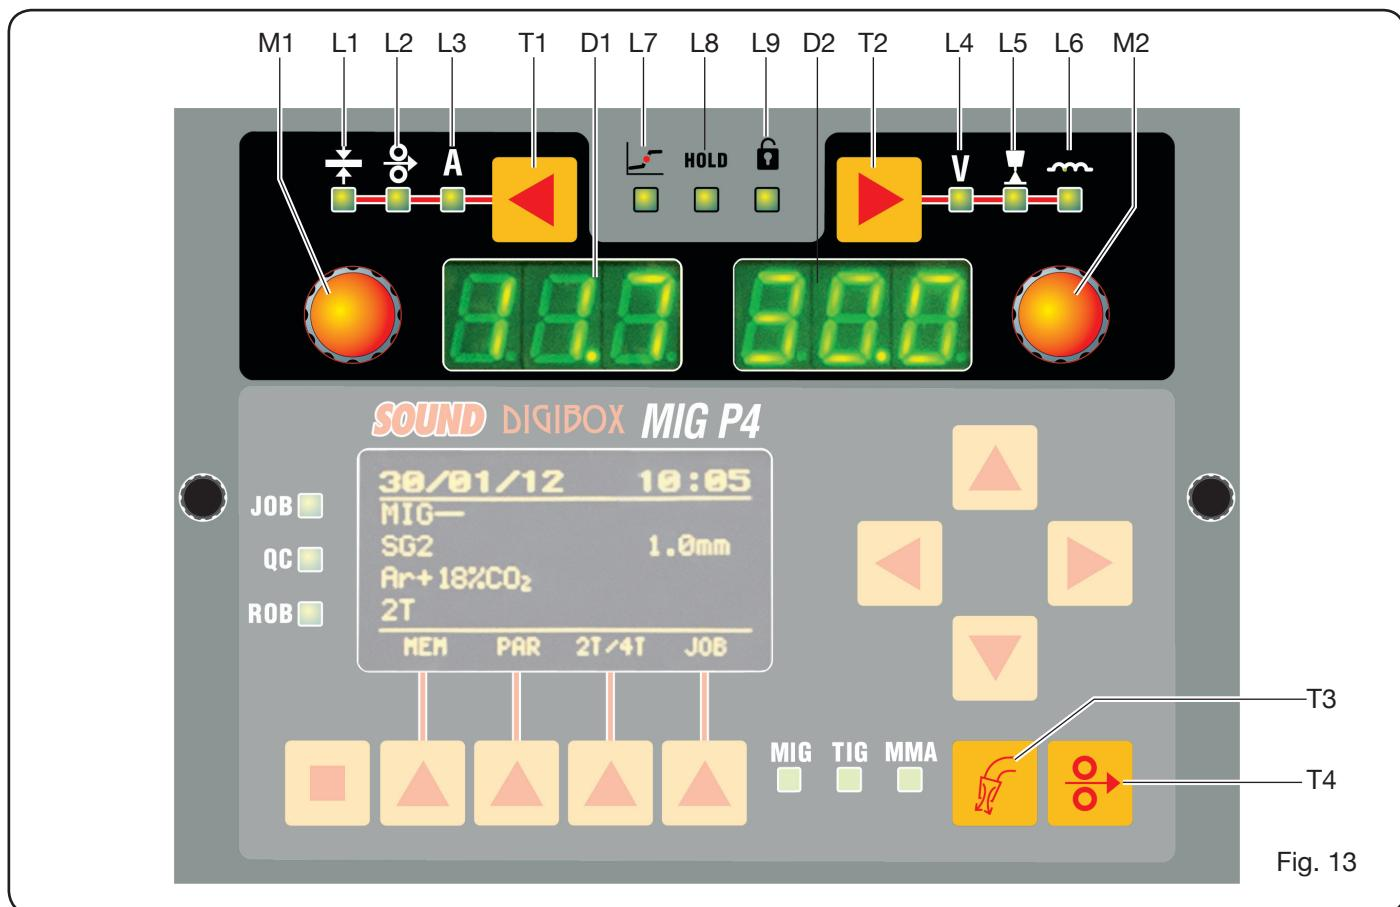
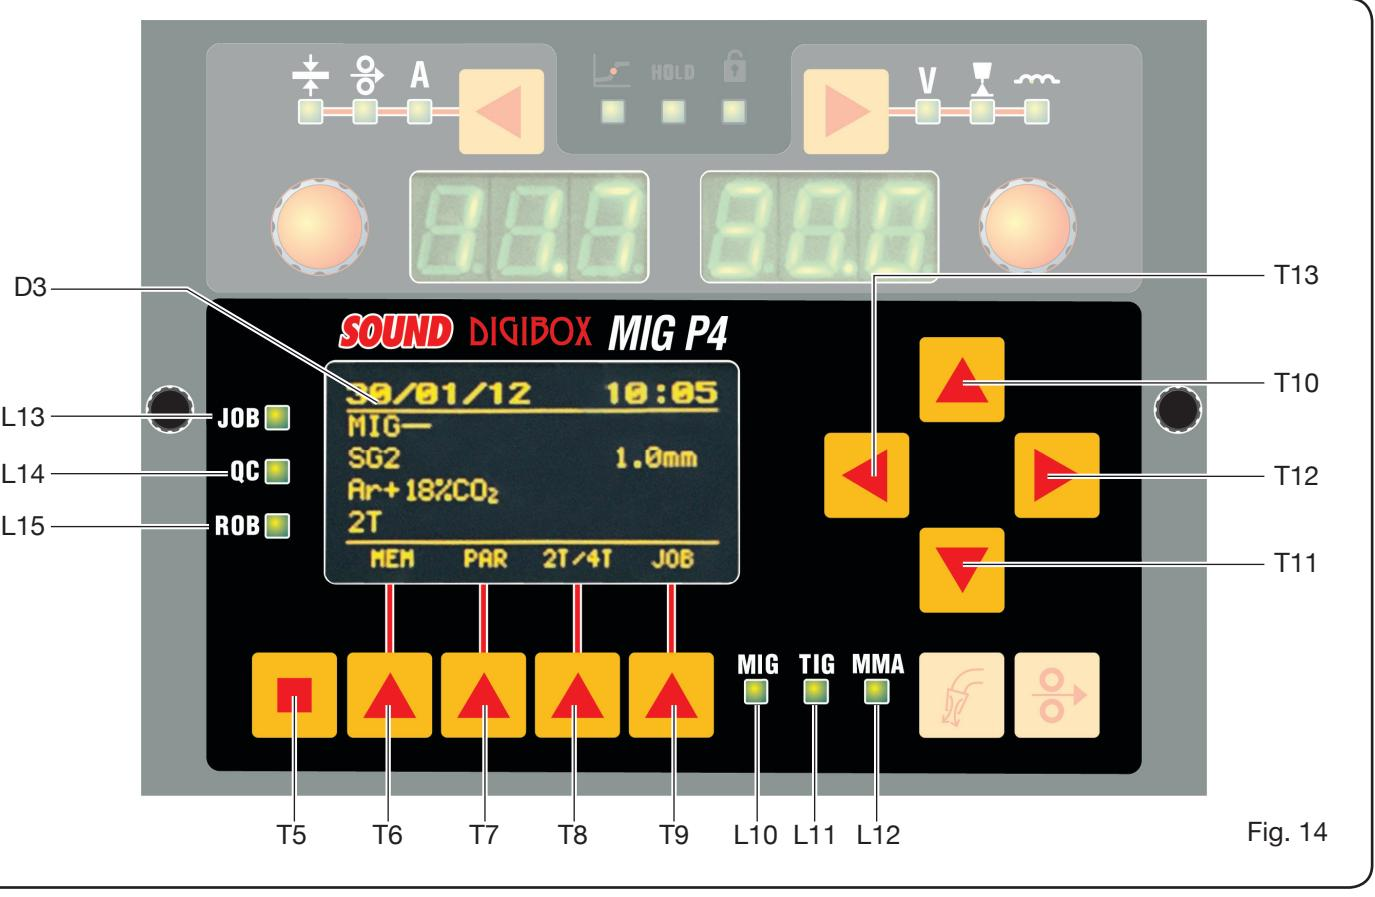

Fig. 13
Fig. 14
Le panneau de commandes est formé par une zone **contrôle** (Fig. 13) et une zone **paramètres** (Fig. 14).
6.1 PANNEAU DE CONTRÔLE (FIG. 13).
6.2 PANNEAU PARAMÈTRES (FIG. 14).